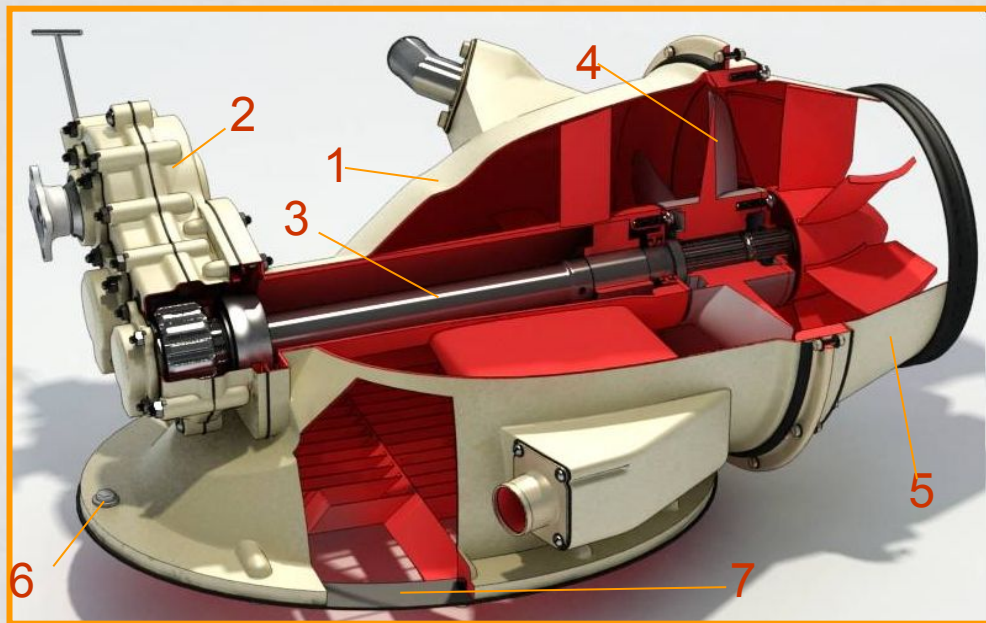

рис.1
- ❑ Корпус (1) (рис.1) двигателя крепится болтами (6) через прокладку (7) к днищу корпуса машины.